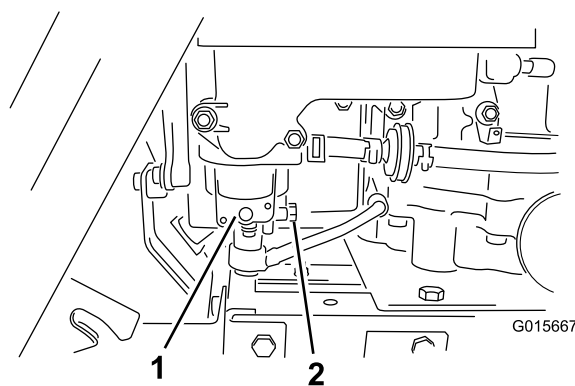

Figura 24
3. Aprite il cofano per accedere al carburatore sotto il filtro dell'aria (Figura 24).
Nota: Il tappo della vaschetta del galleggiante del carburatore è rivolto verso il retro della macchina (Figura 24).